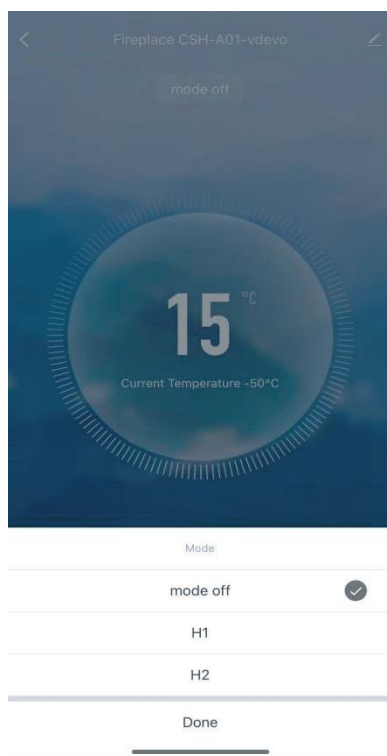

figura 7
2. Premere Switch per utilizzare il riscaldamento sull'APP. Attivare la modalità e selezionare la temperatura desiderata, come mostrato nella figura 7.